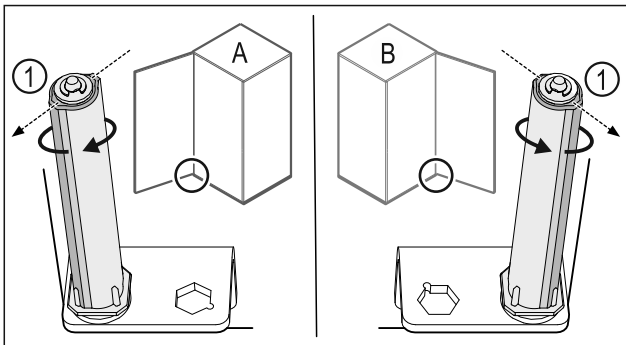

Fig. 41 Links scharnierend (A) / rechts scharnierend (B)
- Sluitsysteem tegen de weerstand in draaien tot het schot van het sluitsysteem Fig. 41 (1) naar buiten wijst.